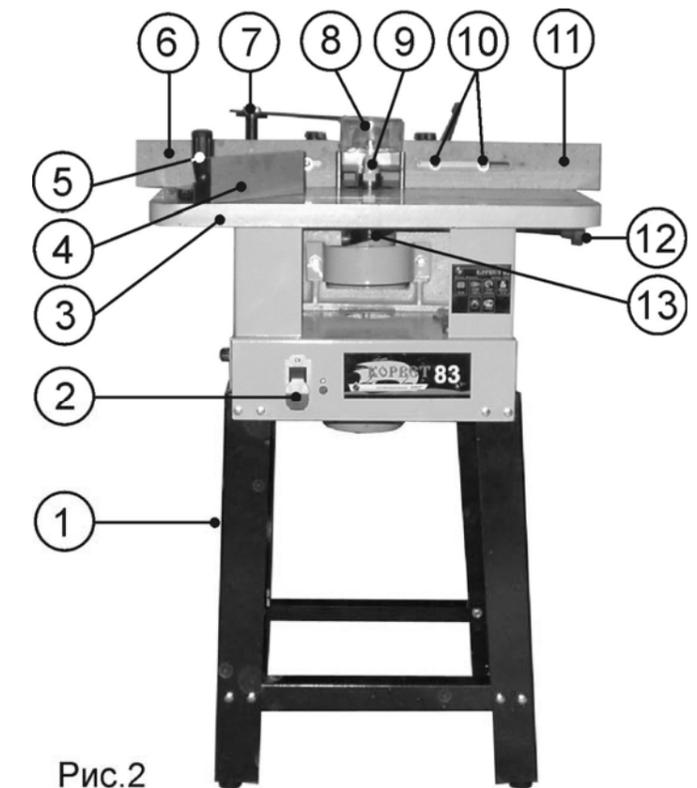

Рис.2
7.1. Станок состоит из следующих сборочных единиц и деталей (Рис.2, 3)
8.1.1. Из двух боковых панелей (В) и двух планок (Н) используя крепёж (К) Рис. 1 собрать основание (1) Рис.2.
8.1.2. Станок (А) установить и используя крепёж (К) Рис. 1 закрепить на основании (1) Рис.2.
8.3.2. На стойке (23) винтами фиксации (10) закрепить заднюю и переднюю направляющие планки (6 и 11) Рис.2; 5.